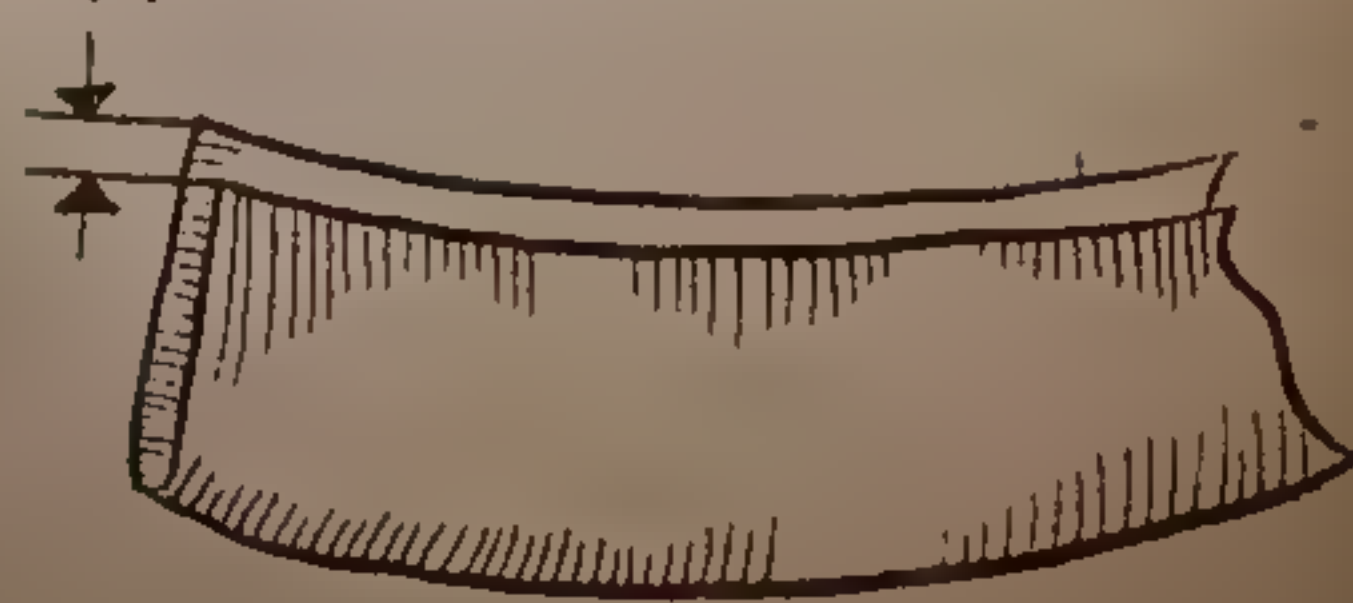

Рис. 80.
1. корсажную ленту сложить в долевом направлении, перепуская одну сторону относительно другой на 3—4 мм, и заутюжить, оттягивая ее по сгибу (рис. 80);